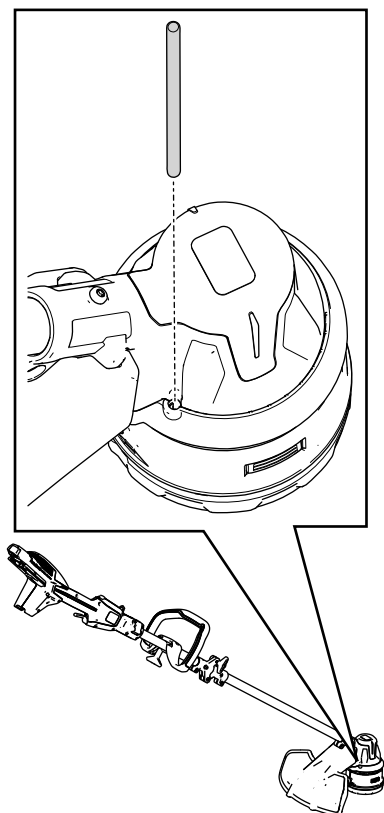

Figura 16
2. Introduzca una herramienta de pequeño diámetro (por ejemplo, un destornillador) a través de la carcasa del motor y en la ranura del ventilador para bloquear el cabezal de la desbrozadora para que no pueda girar libremente (Figura 16).